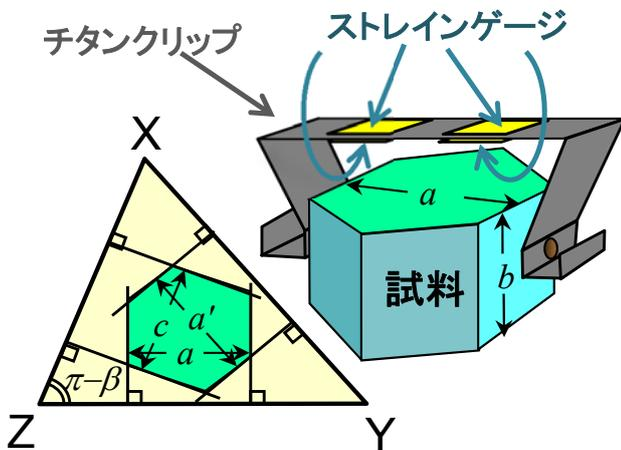

図1 クリップ型ストレインゲージ熱膨張計による単斜晶系試料の測定 ( $a$ 軸方向の測定例)
- ▶ 我々が開発したクリップ型ストレインゲージ熱膨張計では、単斜晶系の3結晶軸方向 $a$ ,  $b$ ,  $c$ と更に独立なもう一つの方向 $a'$ に垂直な面を持つ六角柱試料(図1)で全ての成分を測定できる。